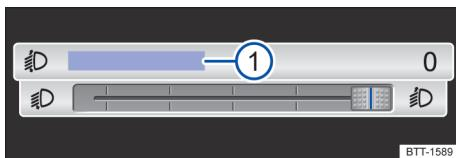

Fig. 93 No sistema Infotainment: botão deslocável para regular o alcance das luzes.
Dependendo da versão, é possível ajustar o alcance das luzes com o botão deslocável do sistema Infotainment → Fig. 93.
- Pressione o botão de função  → Fig. 93 ①.